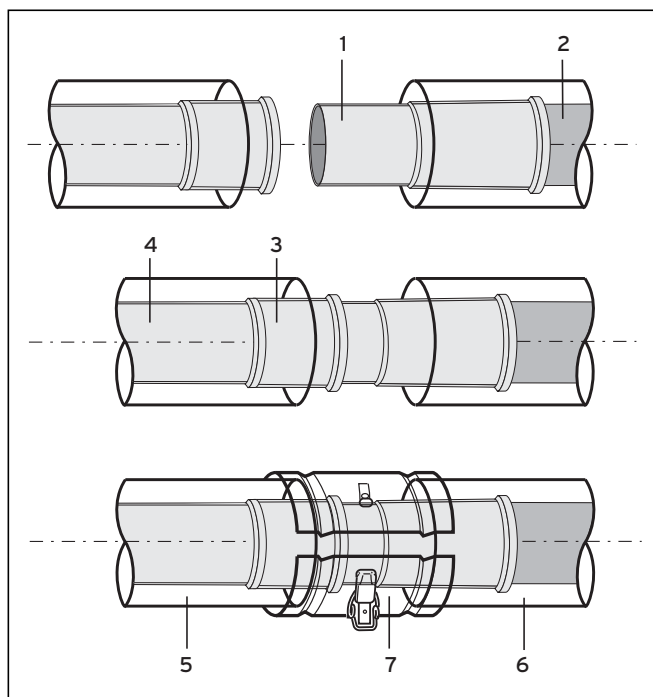

Fig. 6.1 Montaggio del separatore
- Inserire la tegola (1).
- Inserire il passante a tetto (5) dall'alto attraverso il coppo finché non aderisce perfettamente.
- Allineare il passante a tetto in verticale e fissarlo con la staffa in dotazione (6) alla struttura del tetto.
- Montare l'elemento di supporto dell'apparecchio (2).
- Installare l'apparecchio (3) (vedere capitolo 5).
- Infilare il separatore (4) con il manicotto sulla prolunga fino all'arresto.
- Collegare il passante a tetto (5) alla prolunga (7).
- Collegare il dispositivo di separazione (4) all'elemento di raccordo dell'apparecchio (8). Il separatore permette una facile separazione di condotto aria/fumi e apparecchio.
- Montare la fascetta a tenuta d'aria (8, vedere fig. 6.1) del dispositivo di separazione.